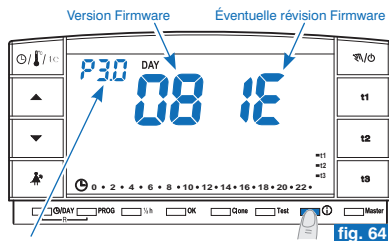

fig. 64
• Appuyer une fois sur la touche  : la version du protocole radio, la version du firmware installé et la révision éventuelle s'afficheront sur l'écran (exemple sur la fig. 64).